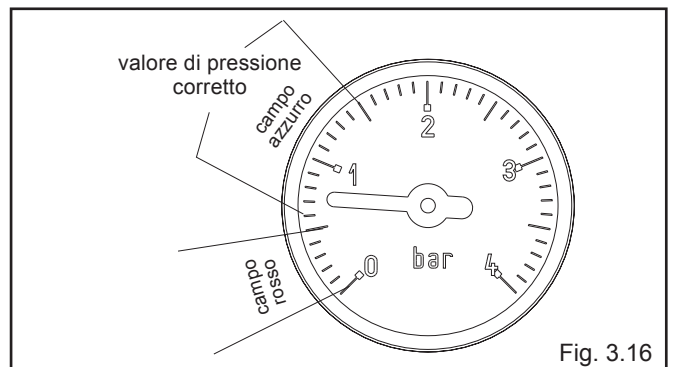

Fig. 3.16
- aprire di due o tre giri il tappo della valvola di sfogo aria automatica (A)
- aprire il rubinetto di riempimento (B) fino a che la pressione indicata dall'idrometro arrivi a circa 1 bar (fig. 3.16).